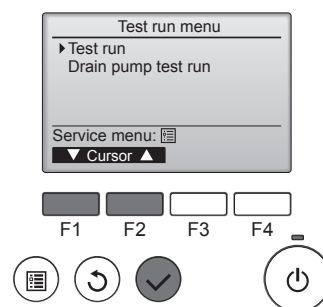

Fig. 8-2
- ② Selecteer "Test run" (Proefdraaien) in het Test run-menu (Proefdraaien) en druk op de toets [SELECTEREN]. (Fig. 8-2)
- ③ Het proefdraaien gaat van start en het scherm Test run (Proefdraaien) wordt weergegeven.